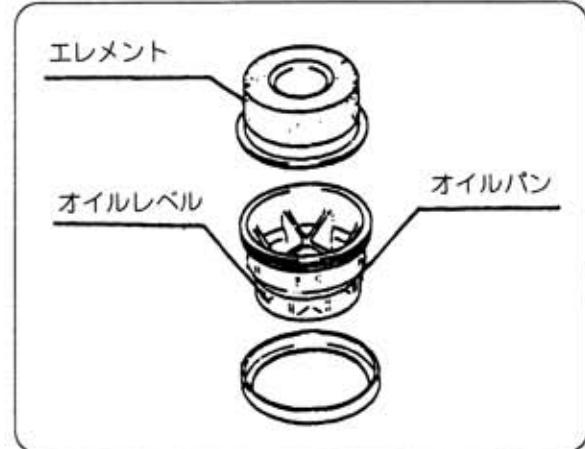

図41
■エアクリーナエレメントの清掃とオイル交換(図41)
- ① エレメントを取り外し、白灯油で洗い、エレメントの白灯油をよく振切って取付けてください。
- ② オイルだまりはよく洗浄し、新しいオイルを規定量入れてください。